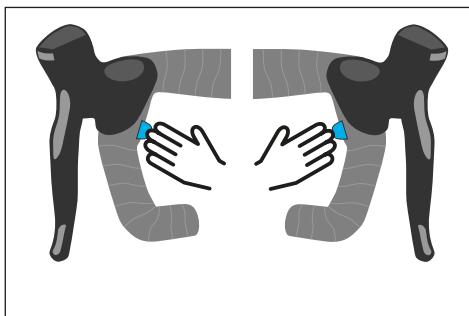

Abb. 4: Auswahl des Unterstützungsmodus mit der HPR Single Button Remote
- Mit einem **kurzen** Druck auf die rechte Taste der HPR Single Button Remote (siehe Fig. 4) oder mit der optionalen Taste einer elektronischen Schaltung (siehe „3.8.2 Schaltung“ & „3.8.3 Reichweite“) erhöhen Sie den Unterstützungsmodus.
- Mit einem **kurzen** Druck auf die linke Taste der HPR Single Button Remote (siehe Fig. 4) oder mit der optionalen Taste einer elektronischen Schaltung (siehe „3.8.2 Schaltung“ & „3.8.3 Reichweite“) verringern Sie den Unterstützungsmodus.